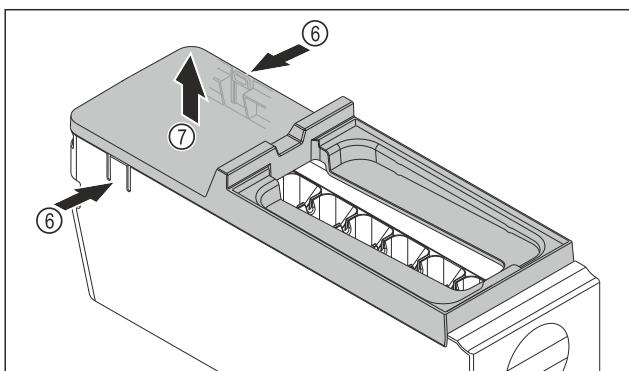

Fig. 112
- Scoateți apărătoarea corpului EasyTwist-Ice: Apăsați eclise Fig. 112 (6) de pe ambele părți ale corpului EasyTwist-Ice cu o mână.
- Scoateți apărătoarea Fig. 112 (7) cu cealaltă mână în sus.